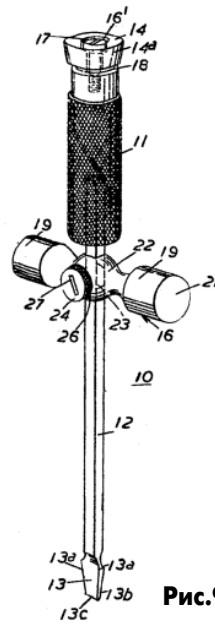

Рис.9
**Комбинированная отвертка** описана в патенте Великобритании 626162 (1946 г.). На стержень отвертки 12 с квадратным сечением (рис.9) надета насадка 22, которая является двусторонним молотком. Насадка закрепляется прижимом 24. Когда насадка находится в верхней части стержня, то, захватив ее рукой, можно усилить вращающий момент. Когда насадка перемеща-